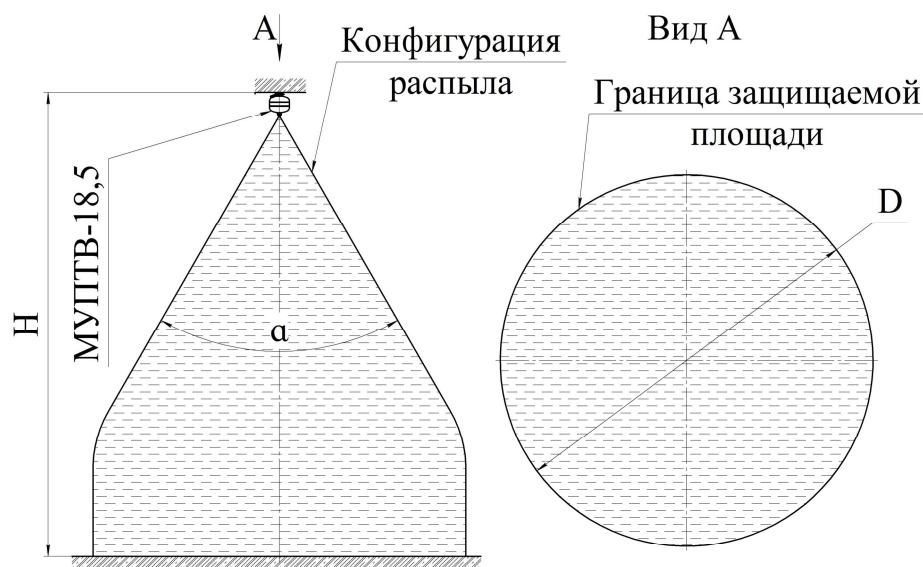

Рисунок 4
6.9 Конфигурация распыла тонкораспыленного ОТВ и изображение области, в которой достигается тушение, приведены на рисунке 4 и в таблице 3. Угол распыла (см. рисунок 4) $\alpha = 60^\circ$.